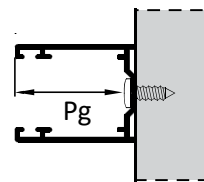

Fig. 4
2. Verificare che le guide laterali siano fissate in modo ottimale alla muratura e che le teste delle viti di fissaggio non sporgano all'interno della guida (**vedi fig. 4**).
3. Rimuovere il rullo avvolgitore dal cassonetto. Misurare il diametro del *rullo avvolgitore* (5), verificare che sia $\varnothing 60$ mm oppure $\varnothing 70$ mm e che il suo spessore sia idoneo a supportare il peso del telo frangisole senza subire flessioni.